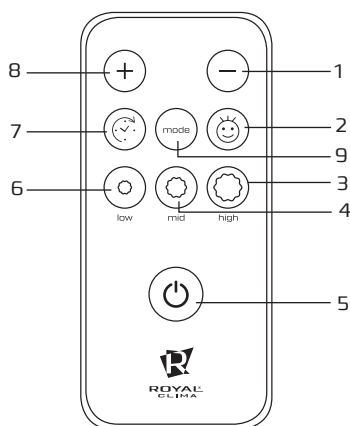

Рис. 9
7. Открутить гайку крепления термовыключателя, закрепленного на фланце ТЭНа, перевернуть термовыключатель и нажать до щелчка кнопку, расположенную по центру термовыключателя рис.9;